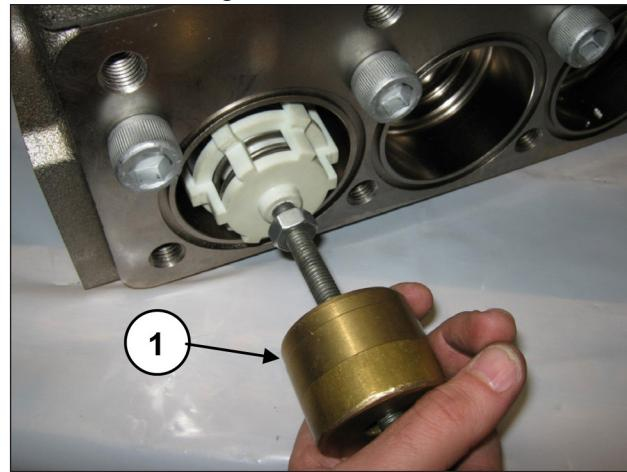

Abb. 140
Entfernen Sie die Saugventilgruppe mithilfe eines Abziehers mit Schlagwerk (Art. 27516400) an der Bohrung M10 der Ventilführung (Pos. ①, Abb. 140) oder, zusätzlich, eines eventuellen Adapters M10-M16 (Art. 25089700) am Gewinde M16 der Ventilführung.